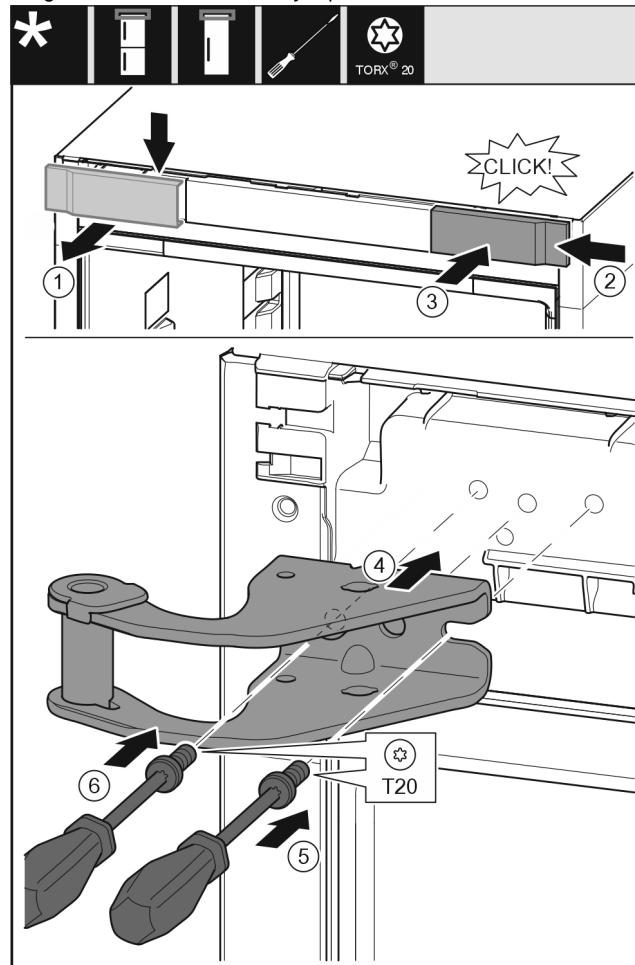

Fig. 10
- Snemite pokrov Fig. 10 (1) od zgoraj v smeri naprej.
- Pokrov Fig. 10 (2), obrnjen za 180°, namestite na drugo stran z desne strani.
- Zaskočite pokrov Fig. 10 (3).
- Pristavite zgornji ležajni podstavek Fig. 10 (4).
- Nastavite vijak Fig. 10 (5) z izvijačem in ga zategnite.
- Nastavite vijak Fig. 10 (6) z izvijačem in ga zategnite.